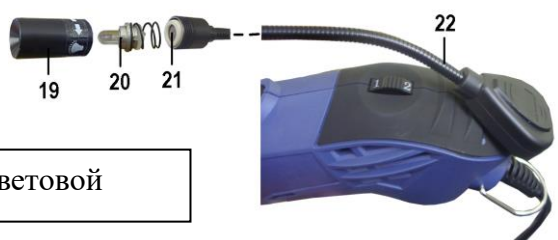

Рис. 3 Устройство световой
4.7. В комплект поставки дрели входит устройство световой подсветки поз. 22, установка и принцип работы которого показан на рис. 3. Направление вращения корпуса поз. 19 для включения и отключения подсветки указано на самом корпусе.